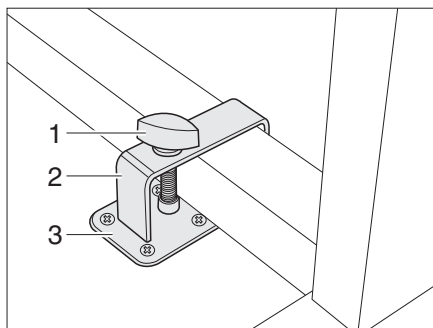
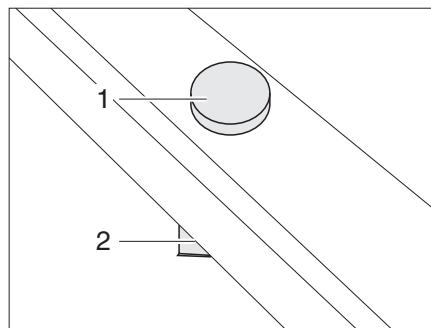

Fig. 75 Dispositif de blocage table pivotante avec étrier
Fig. 76 Dispositif de blocage table pivotante sans étrier
- Placer la table pivotante près du support (Fig. 75,3) ou sur celui-ci (Fig. 76,2).
- Placer l'étrier (Fig. 75,2) avec la vis de fixation (Fig. 75,1) par-dessus le pied de table.
- Pousser l'étrier et, le cas échéant, la table pivotante de telle sorte que la vis de fixation (Fig. 75,1 ou Fig. 76,1) puisse être vissée dans le support (Fig. 75,3 ou Fig. 76,2).